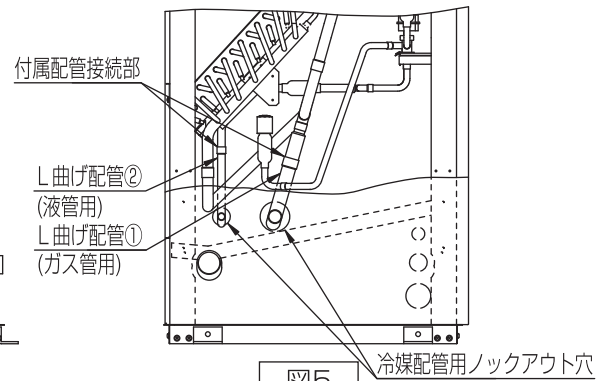
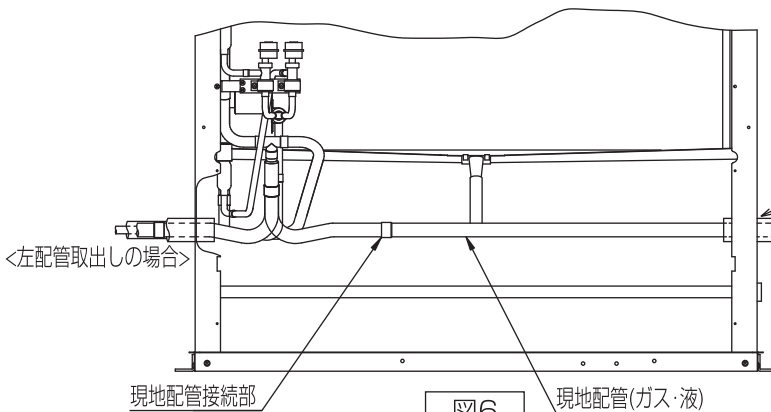

図5
図6
- (4) 図5・図6に示すとおり、付属配管・現地配管を前面からロウ付接続を行ってください。
現地配管接続部 図6 → 付属配管接続部 図5
- (5) 図6に示すとおりパイプカバーを取付けてください。